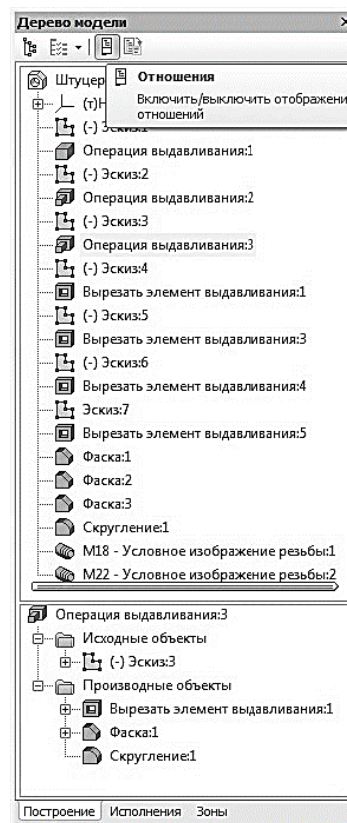

Рис. 9. Иерархия отношений выделенной операции
- кнопка **Отношения** (рис. 9) включает в нижней части окна Древа специальную область, в которой показывается иерархия отношений – порядок подчинения элементов выделенного объекта другим элементам;